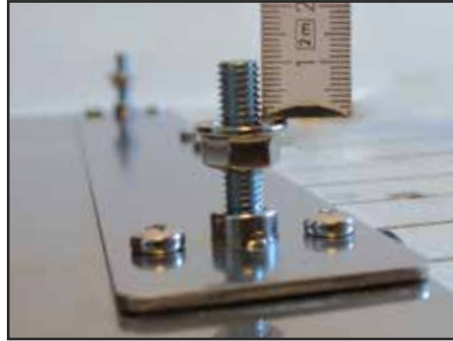

Abb. 05: untere Gewindebolzen
4. Auf die beiden unteren Gewindebolzen des Heizers (Seite ohne Kabel) je eine der demontierten Sechskantmutter (Flansch zeigt in Richtung Standfußteil) so aufschrauben, dass 11 mm des Gewindebolzens überstehen (Abb. 05).